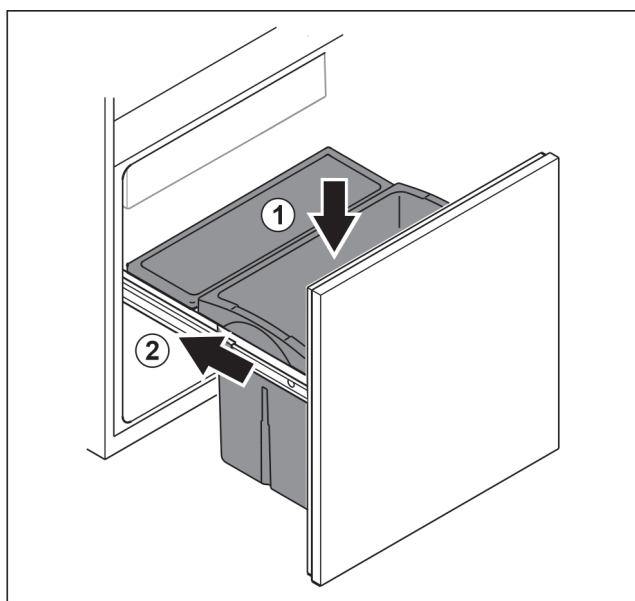

Fig. 106
- ▶ Włożyć szufladę od góry. Fig. 106 (1)
- ▶ Wsunąć wózek wsuwany. Fig. 106 (2)